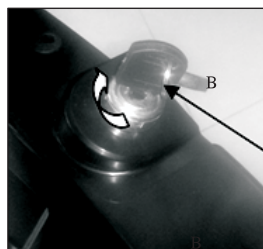

Fig. 2C
c) Para o arranque elétrico: Insira a chave e gire no sentido dos ponteiros do relógio para a operação de ignição eletrônica. (Fig. 2C)